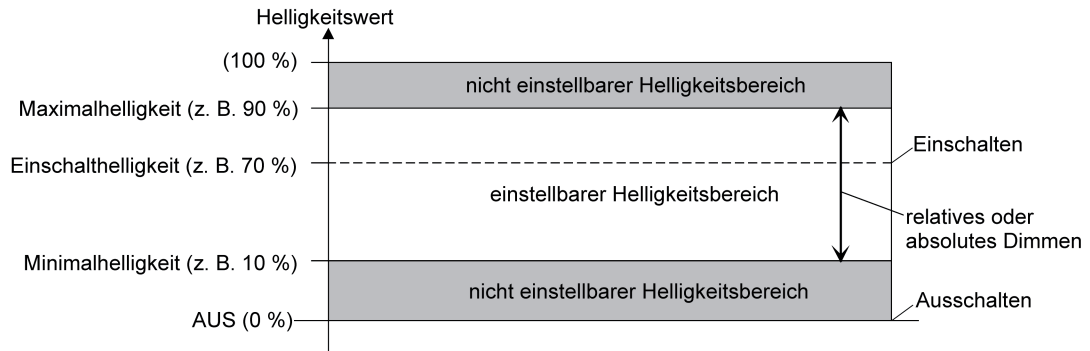

Bild 14: Beispiel eines Helligkeitsbereiches mit Minimalhelligkeit
- Definition der unteren Helligkeitsgrenze mit Minimalhelligkeit (Bild 14):
- i** In der Betriebsart "Drehzahlsteller" bei der Gerätevariante "1fach" kann - analog zur Beschreibung der Helligkeitswerte für eine Beleuchtungssteuerung in diesem Kapitel - die Minimaldrehzahl in der ETS konfiguriert werden (Bild 14). Die alternative Konfiguration einer Grunddrehzahl ist hierbei aus technischen Gründen nicht vorgesehen. Die Maximaldrehzahl ist ebenfalls nicht per Parameter einstellbar. Sie ist fest auf 100 % vorgegeben. Die Einschaltendrehzahl ist unveränderbar auf Maximaldrehzahl (100 %) vorgewählt. Die Unterschiede der Betriebsart "Drehzahlsteller" im Vergleich zur Betriebsart "Beleuchtungssteuerung" sind detailliert im Kapitel "Besonderheiten in der Betriebsart Drehzahlsteller" nachzulesen (siehe Seite 120).